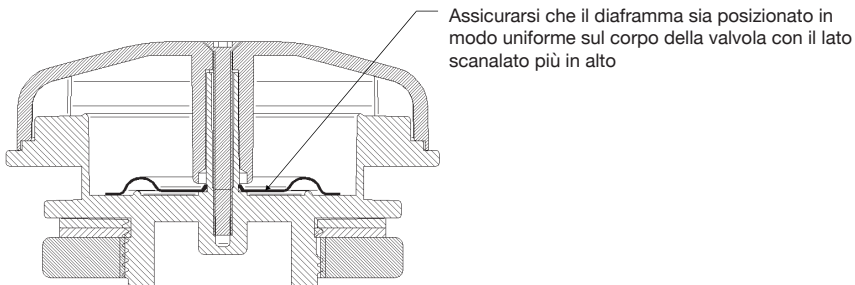

Fig. 10
4. Far scorrere delicatamente un nuovo diaframma lungo il perno centrale fino a farlo appoggiare in modo uniforme sul corpo della valvola. Assicurarsi che il diaframma sia orientato correttamente con il lato increspato più in alto (Fig. 10).